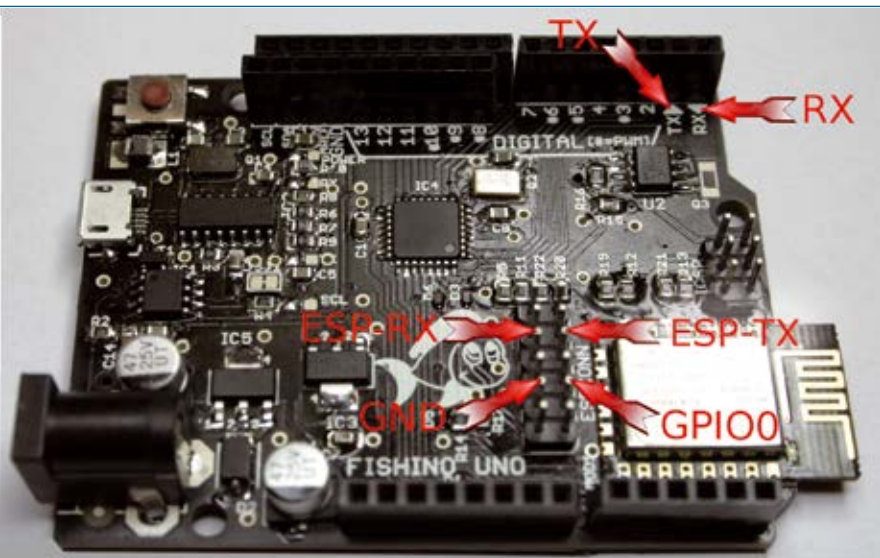

Fig. 1
2. Connettere il TX di Fishino con la porta ESP-TX sul connettore ESP, e l'RX di Fishino con la porta ESP-RX sul connettore ESP (vedere Fig. 1).
3. Connettere GPIO0 a massa tramite un cavetto o un ponticello sempre sul connettore ESP (Fig. 1). Collegare Fishino al PC (o premere il pulsante di RESET se già connesso);